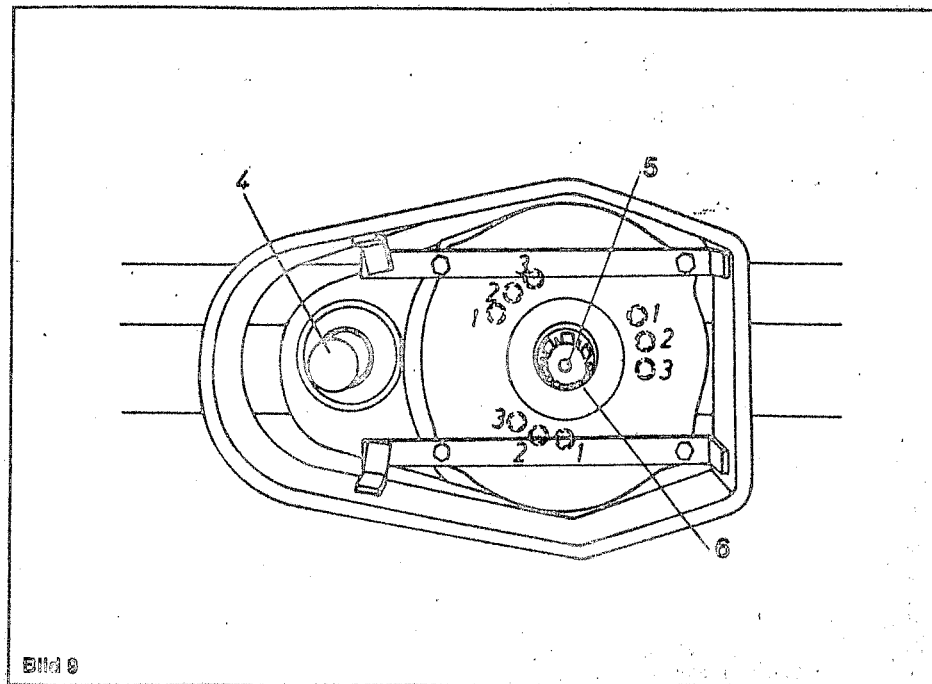

Bild 9
2. Loreiengetriebe mit Schutz (Bild 9) auf die Getriebewelle (Bild 9, Pos.5) aufstecken und mit dem Sicherungsring (Bild 9, Pos.6) sichern.
4. Nicht benutzte Gewindelöcher (Bild 9, Pos.1;2;3) mit Gewindestiften
5. Den Zapfwellenschutz (Bild 9, Pos.4) auf den nicht benutzten Wellenzapfen des Loereiengetriebes aufstecken.
2. Placer le dispositif pour petits andains (Fig. 9) avec protection sur l'arbre d'entraînement (Fig. 9, rep.5) et le bloquer au moyen de la bague de fixation (Fig. 9, rep 6).
4. Boucher les alésages non-utilisés (Fig. 9, rep. 1, 2 et 3) au moyen d'axes filetés.
5. Mettre la protection de l'arbre de prise de force (Fig. 9, rep.4) sur la partie non-utilisée de l'arbre du dispositif à petits andains.
2. Place the night swaths gearbox with guard (Fig.9) onto the p.t.o.-shaft (Fig. 9, item 5) and lock it using the retaining ring(Fig. 9, item 6).
4. Plug-off threaded bores which are not being used (fig. 9, items 1, 2 and 3) by means of threaded pins.
5. Place the p.t.o. shaft guard (Fig. 9, item 4) onto that shaft pin of the night swaths gearbox, which is not being used.
2. De extra aandrijving met beschermkap (afb. 9) op de aandrijfas (afb 9, pos.5) steken en met de veiligheidsring (afb. 9, pos.6) beveiligen.
4. Niet gebruikte boutgaten (afb.9, pos. 1,2, 3) met tapbouten afsluiten.
5. De aftakasbeveiliging (afb.9, pos. 4) op de niet gebruikte eindens van de extra aandrijving steken.
2. Skjut på reducerväxellådan (bild 9) på drivaxeln (bild 9 pos 5) och lås med låsringen (bild 9 pos 6).
4. Täck de hål som inte används (bild 9 pos 1,2,3) med gängade pluggar.
5. Sätt på skyddet (bild 9 pos4) på den axeltapp på växellådan som inte används.
2. Cambio riduttore con protezione (fig.9) montare sulla presa di moto (fig.9, ps.5) e bloccare tramite l'anello di sicura (fig.9, pos.6).
4. I fori che non servono chiudere (fig.9, pos.1,2,3) chiudere con perni affilettati.
5. La protezione (fig. 9, pos.4) montare sulla presa di potenza.